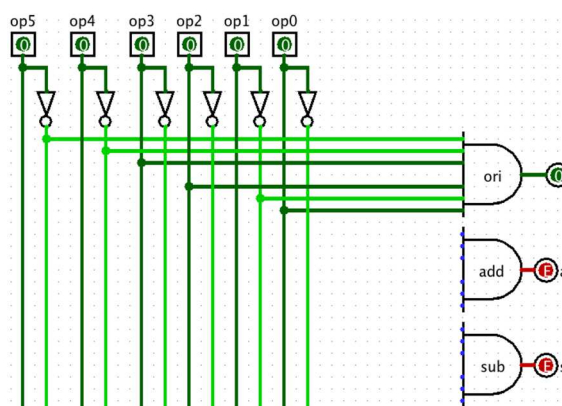
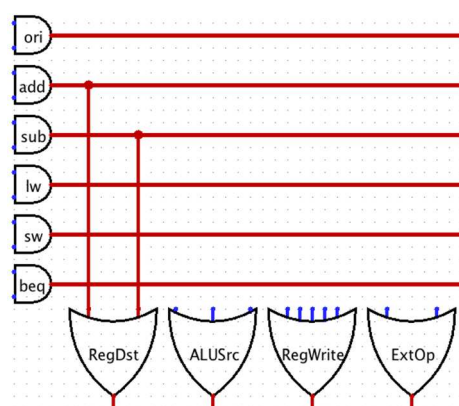

Figure6 与阵列：译码产生指令标识
Figure7 或阵列：产生最终的控制信号
18. 对于 Figure6、Figure7 中的与或阵列来说，1 个 3 输入与门最终转化为 2 个 2 输入与门，1 个 4 输入与门最终转化为 3 个 2 输入与门，依次类推。或阵列也类似计算。那么
- a) 请给出采用 Figure6、Figure7 中的方法设计的每个控制信号所对应的 2 输入与门、2 输入或门、非门的数量。